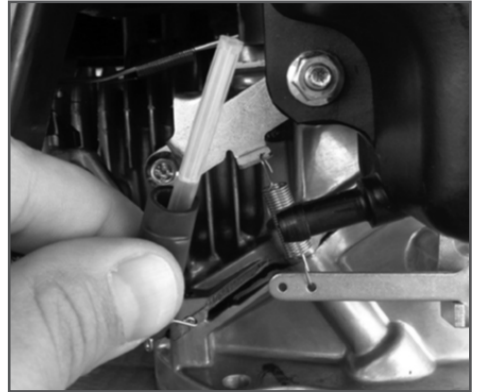

Рис. 17 Топливный фильтр
- Извлеките из топливного шланга топливный фильтр (Рис.17). Проверьте его целостность и чистоту, при необходимости промойте чистым бензином или замените.